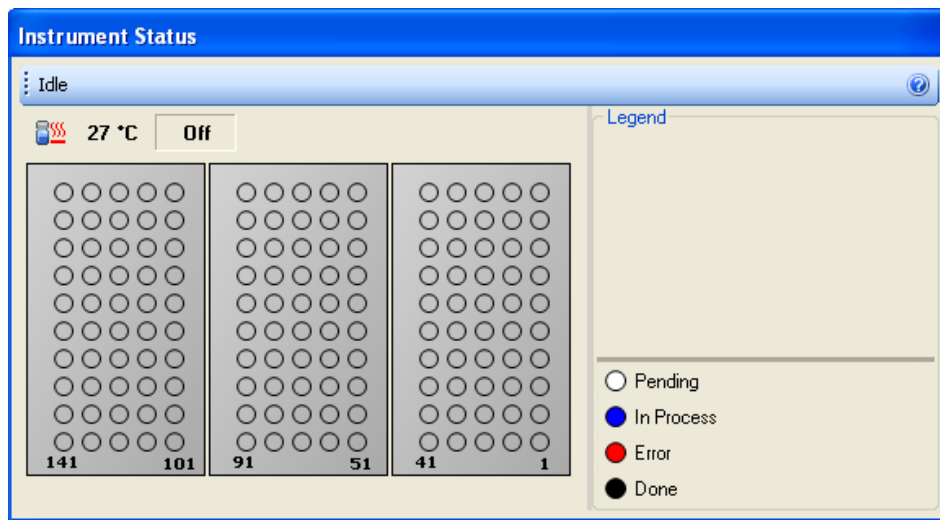

Figura 7 Instrument Status
- 6 Vea el panel Instrument Status (Figura 7) para supervisar el estado actual del instrumento.